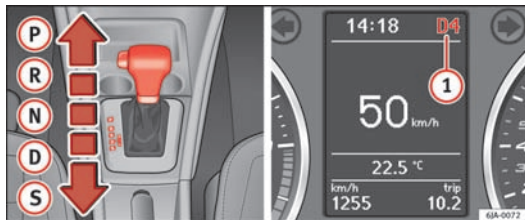

Fig. 106 Gearvælger/informationsdisplay: gearvælgerpositioner
Den aktuelle gearvælgerposition vises i kombiinstrumentets informationsdisplay ① ⇒ Fig. 106.
- Flyt gearvælgeren fra position **D** ud til højre. Den aktuelle gearvælgerposition og det valgte gear vises i kombiinstrumentets informationsdisplay ① ⇒ Fig. 106.